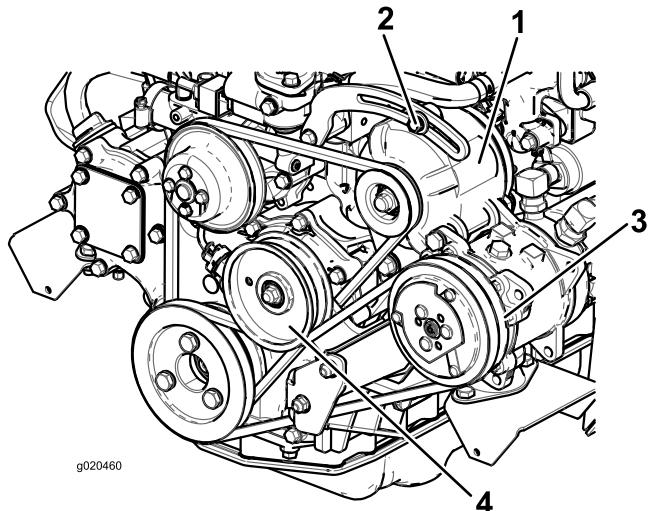

Figura 101
Se la flessione non è di 10 mm, allentate i bulloni di fissaggio dell'alternatore (Figura 101).
Controllate lo stato e la tensione della cinghia (Figura 101) ogni 100 ore di servizio.
2. Se la flessione non è di 10 mm, allentate il bullone di fissaggio della puleggia tendicinghia (Figura 101). Aumentate o riducete la tensione della cinghia del compressore e serrate il bullone. Controllate di nuovo l'inflessione della cinghia per accettare che sia esatta.